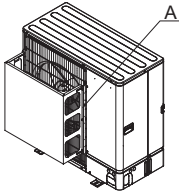

Fig. 2-4
- (2) Si la unidad está situada en un lugar expuesto a vientos fuertes como huracanes, etc. que puedan entrar en la salida de aire, coloque una guía de aire. (Fig. 2-4)